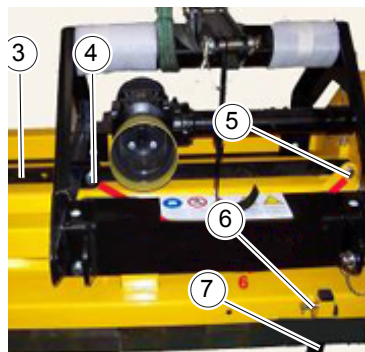

Fig.32
- Collegare la staffa (3, "Fig.32") al gruppo di spostamento. Avvitare le viti (4 e 5, "Fig.32").
- Inserire i piedi di appoggio (7, "Fig.32") e regolare l'altezza da terra. Inserire i perni (6, "Fig.32"). Bloccare i perni con la coppiglia in dotazione. La macchina deve appoggiare a terra in modo stabile.
- Connect the bracket (3, "Fig.32") to the side shift unit. Tighten the screws (4 and 5, "Fig.32").
- Insert the support feet (7, "Fig.32") and adjust the height from ground. Insert the pins (6, "Fig.32"). To stop the pivots with the copiglia in endowment. The machine must rest on the ground in a stable manner.
- Brancher l'étrier (3, "Fig.32") au groupe de déplacement. Visser les vis (4 et 5, "Fig.32").
- Insérer les pieds d'appui (7, "Fig.32") et régler la hauteur de terre. Insérer les goupilles (6, "Fig.32"). Bloquer les pins avec la goupille en dotation. La machine doit être posée par terre d'un façon stable.
- Befestigen Sie die Halterung (3, "Fig.32") an der Seitenverschiebung. Ziehen Sie die Schraube (4 und 5, "Fig.32").
- Setzen Sie die Stützfüße (7, "Fig.32") und passen Sie die Fahrzeughöhe. die Bolzen einfügen (6, "Fig.32"). Sperren Sie die Bolzen mit Federstecker geliefert. Die Maschine ist auf dem Boden in einer stabilen Weise ruhen.
- Conectar el estribo (3, "Fig.32") al desplazamiento. Atornillar los tornillos (4 y 5, "Fig.32").
- Insertar los pies de apoyo (7, "Fig.32") y regular la altura desde el suelo. Insertar los pernos (6, "Fig.32"). Parar los goznes con el copiglia en dotación. La máquina tiene que apoyar a tierra de modo estable.
- Ligar o suporte (3, "Fig.32") ao grupo de deslocamento. Apertar os parafusos (4 e 5, "Fig.32").
- Inserir os pés de apoio (7, "Fig.32") e ajustar a altura a partir do chão. Inserir os pinos (6, "Fig.32"). Fixar os pinos com o pino de contrapino fornecido. A máquina deve repousar de modo estável no chão.